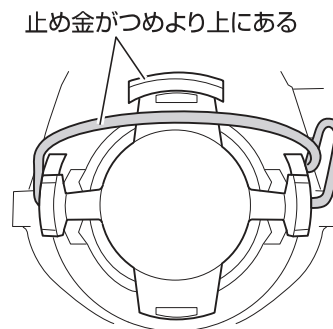

図 55 止め金が全てのつめの下に収まってない
- b) 3か所のつめ全てにかかっていない（図 55 参照）